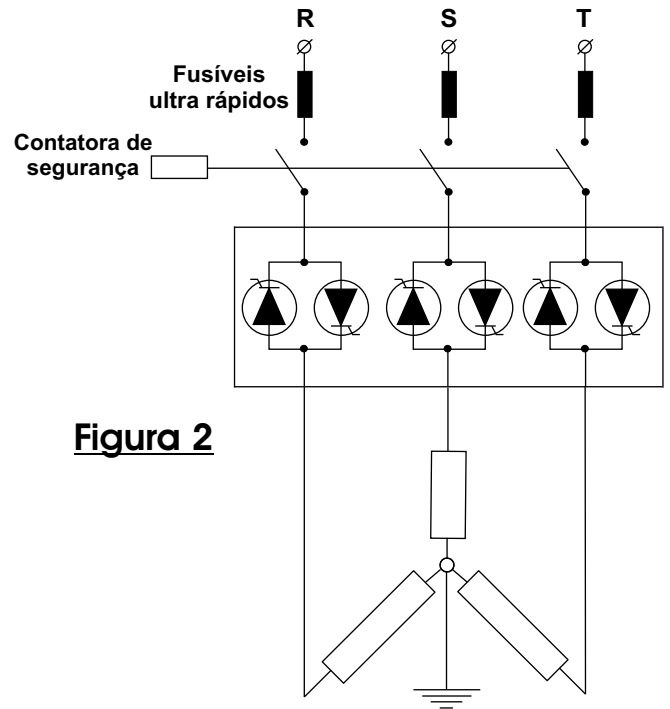

Figura 2
- /// Em ligação ESTRELA COM O NEUTRO ATERRADO, é necessário utilizar um circuito com 3 FASES CONTROLADAS (exceto em cargas indutivas). Caso se utilize apenas 2 fases controladas (R - T) a fase S conduz energia via fase / terra deixando a carga ligada permanentemente (vide figura 2).